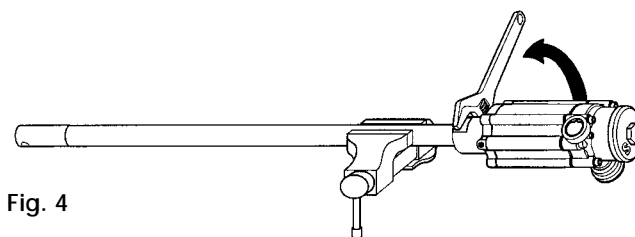

Fig. 4
2. Unthread the air motor from the suction tube (44) and pull out the air motor until the pin (34) get visible (Fig. 4).
1. Fijar la bomba en una mordaza agarrando por el tubo de aspiración (47) con la bomba en posición horizontal.
2. Desenroscar el motor de aire del tubo de aspiración (44) y tirar el motor de aire hacia fuera hasta quedar visible el pasador (34) (Fig. 4).
1. Placer la pompe à l'horizontale et tenir le tube d'aspiration (47) de cette dernière à l'aide d'un établi.
2. Desserrer le tube d'aspiration (44) du corps de la pompe et tirer ce dernier jusqu'à atteindre le goujon (34) (Fig. 4).